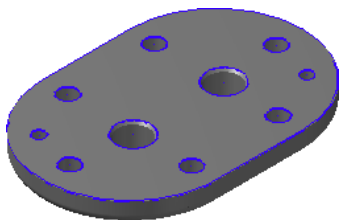

图 16.3 绘制曲线边界
(3) 单击  按钮完成所有边界的创建, 结果如图 16.3 所示。